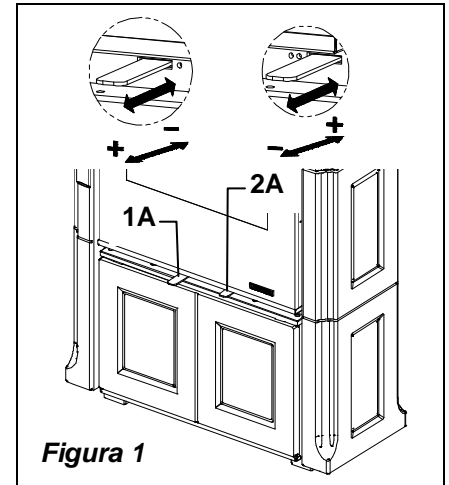

Figura 1
Sotto la porta del focolare a **sinistra** si trova la leva di comando del registro dell'aria primaria (Figura 1 pos. 1A). Con questo registro viene regolato il passaggio dell'aria che entra nella parte bassa della stufa ed attraverso opportuni canali viene convogliato in direzione del combustibile. L'aria primaria è necessaria per il processo di combustione in fase di accensione. Il cassetto cenere deve essere svuotato regolarmente in modo che la cenere non possa ostacolare l'entrata dell'aria primaria.
Sotto la porta del focolare a **destra** si trova la leva dell'aria secondaria (Figura 1 pos. 2A).
Quando la leva è tutta inserita il passaggio dell'aria è tutto aperto (Figura 1 pos. 2A).